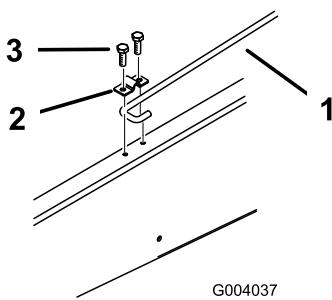

Figura 13
de apoio por baixo do dispositivo de bloqueio (Figura 13).
- 7. Aperte o parafuso e fixe o outro lado do dispositivo de bloqueio com um parafuso novo (5/16 x 3/4 polegada) e porca flangeada (Figura 13).